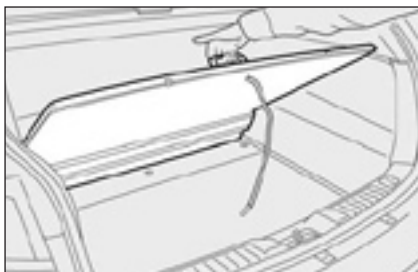

рис. 2
- С помощью ручки поднимайте крышку (при наличии), как показано на **рис. 2**;